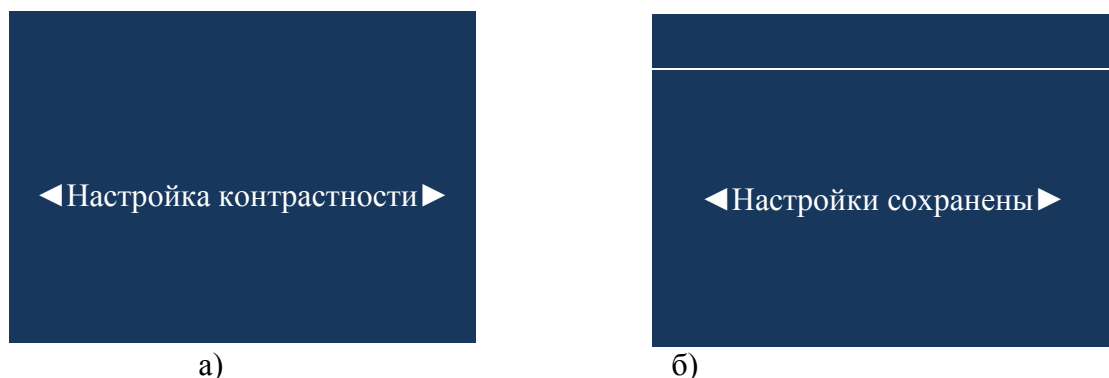
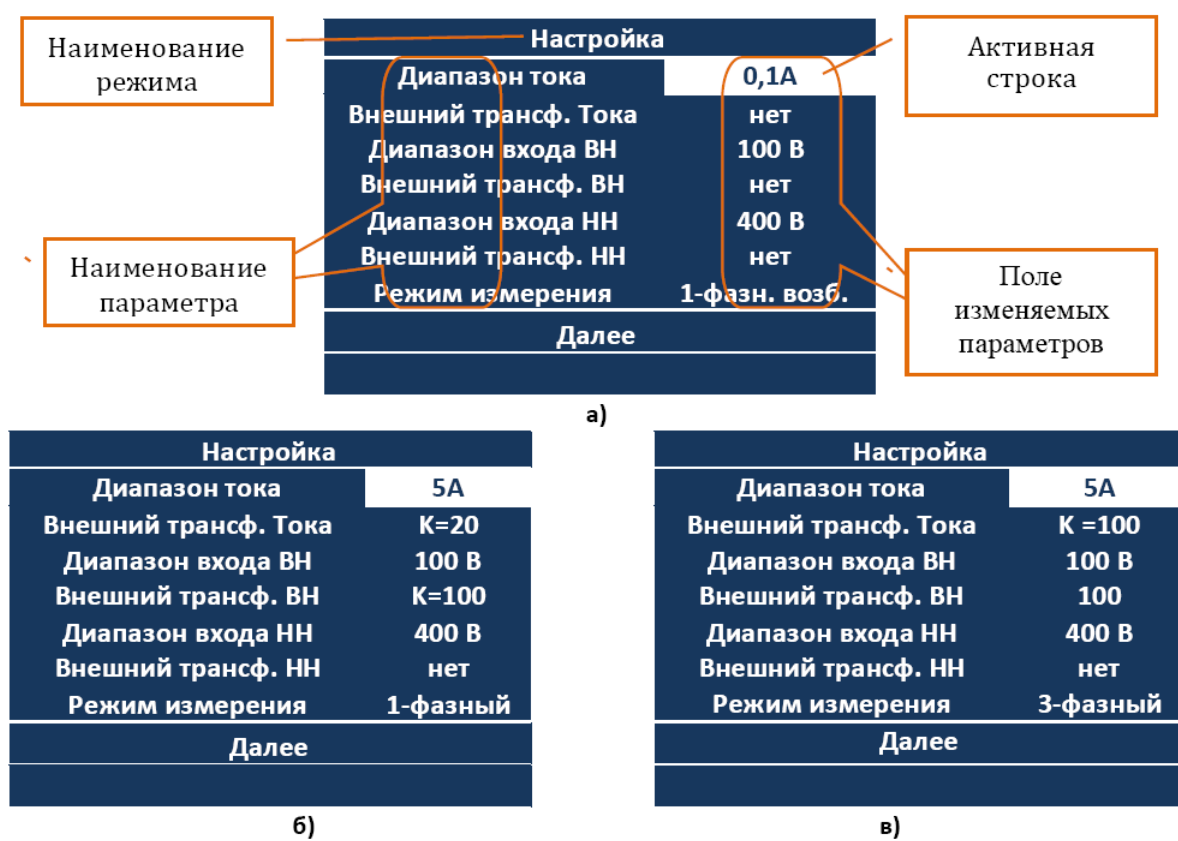

Рисунок 5.2
Рисунок 5.3
5.2 В случае неудовлетворительного качества изображения на индикаторе, следует нажать кнопку «ВЫХОД» 12 (рисунок 1.1) и кнопками «▶», «◀» добиться удовлетворительного для восприятия изображения (рисунок 5.2а). Нажатие кнопки «СОХР.» позволит сохранить сделанные настройки (рисунок 5.2б) и через несколько секунд на индикатор выводится основное меню настроек (рисунок 5.3).
5.2.1 Меню настройки измерителя, рисунок 5.3, содержит следующие пункты, см.табл.1. Конкретное значение числовых полей может отличаться от приведенных, т.к. параметры настроек в Вашем измерителе могут быть иными и они сохраняются до следующего изменения (например варианты на рисунке 5.3а, б ,в).
Проверьте соответствие настроек требуемым. В случае необходимости внесите изменения. С помощью кнопок «▲», «▼» выполняется перемещение по строкам. Активная строка (рисунок 5.3а) инверсно отображается в поле изменяемых параметров. Кнопками «▶», «◀» произвести необходимую настройку выбранного параметра измерителя в пределах показанных в табл.1. Нажатие кнопки «ВЫБОР» завершает ввод и возвращает к режиму выбора параметра. Для сохранения всех сделанных изменений нажмите кнопку «СОХР».